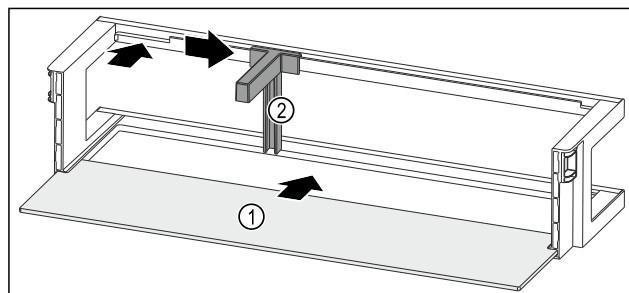

Fig. 236 Türabsteller mit Abstellfläche
- Abstellfläche Fig. 236 (1) in die seitlichen Aussparungen einschieben.
- Flaschenhalter Fig. 236 (2) in die Aussparung einsetzen.
- Flaschenhalter Fig. 236 (2) in gewünschte Position zur Seite schieben.